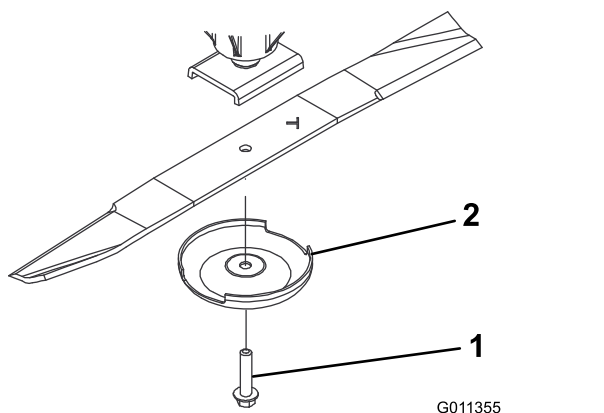

図 74
2. ぼろきれや厚いパッドの入った手袋を使ってブレードの端部をしっかりと握る。スピンドルのシャフトからブレードボルト、芝削り防止カップ、ブレードを取り外す図 74。
- ブレードを取り付ける時は、セイル立ち上がっている部分がかかりこみデッキの天井を向くように取り付け、芝削り防止カップをつけてブレードボルトで固定する 図 74。